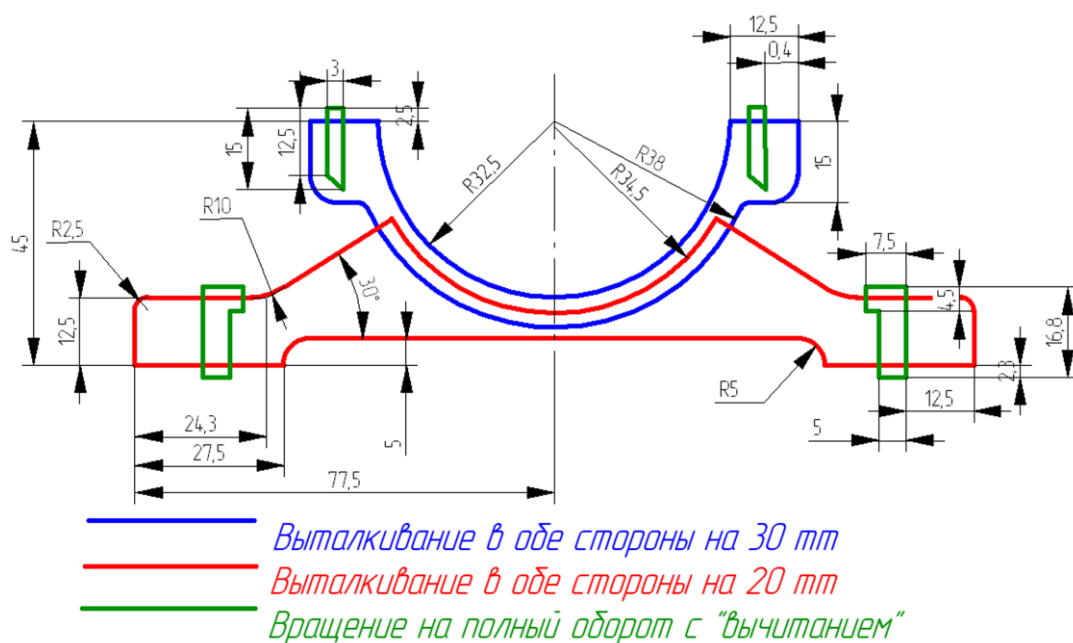

Рис. 4.2
В этой эскизной плоскости необходимо построить образующие контуры частей нижней части опоры подшипника (рис. 4.2). На рисунке различными цветами выделены те образующие контуры, с помощью которых будут создаваться элементы твердотельной модели. Для обеспечения связанности отдельных элементов эти контуры должны иметь взаимные пересечения.
- Создаем замкнутые контуры половинок отверстий в левой части эскиза из отрезков, по размерам, указанным на рис. 4.2.